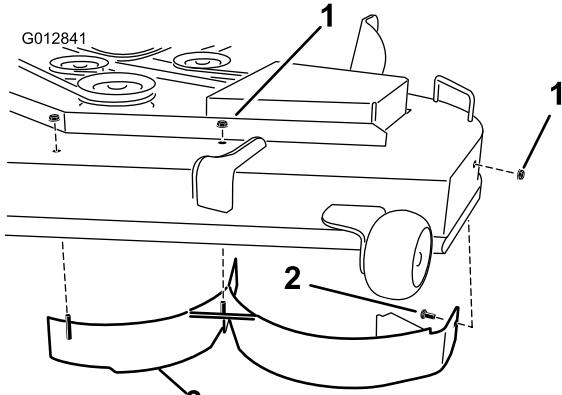

Bild 32
6. Entfernen sie die zwei Sicherungsmuttern (5/16 Zoll), die an den geschweißten Pfosten des linken Ablenkblechs oben auf dem Mähwerk in der Mitte und links von der Mittelstellung gesichert sind (Bild 32). Entfernen Sie die Schlossschraube und die Sicherungsmutter an der Seitenwand des Mähwerks, die das linke Ablenkblech am Mähwerk befestigen.
7. Entfernen Sie das linke Ablenkblech vom Mähwerk, wie in Bild 32 dargestellt.